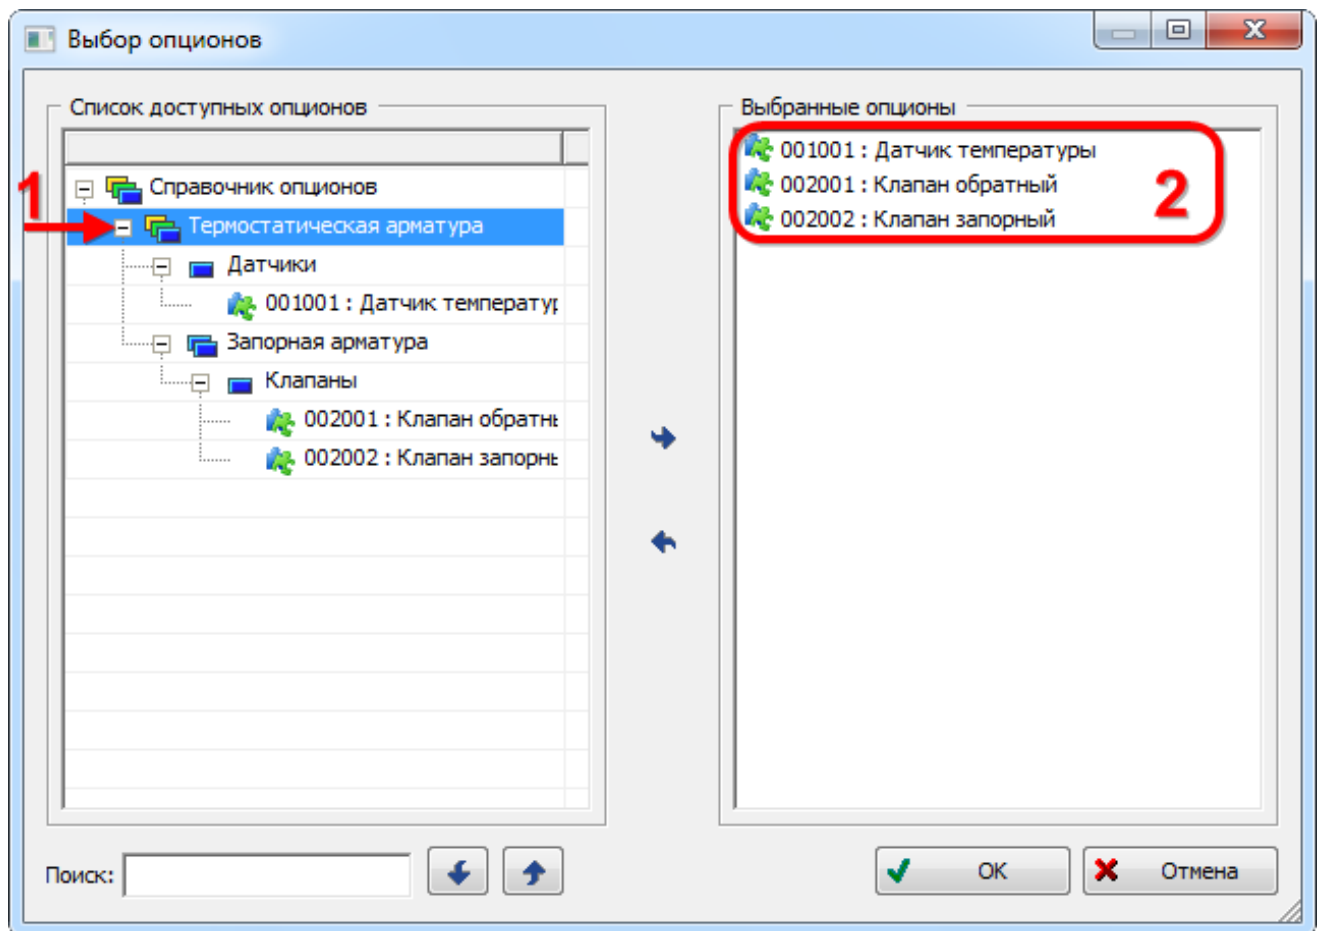

Рис. 10-175 – Добавление опционов в конфигурационный базис
- 1) Выбрать название базиса и нажать кнопку «Выбрать» панели «Опционы» на вкладке «Редактирование». После этого появится окно «Выбор опционов», содержащее справочник опционов (рис. 10-175).